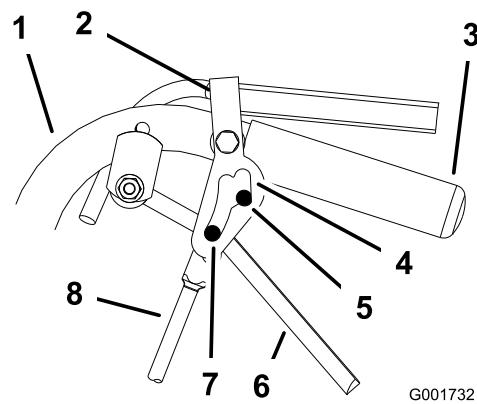

Bild 37
- Lösen und aktivieren Sie die Neutral-Stellung und stellen Sie sicher, dass sich der Reifen nicht dreht (Bild 37). Tun Sie dies, bis sich der Reifen nicht mehr dreht.